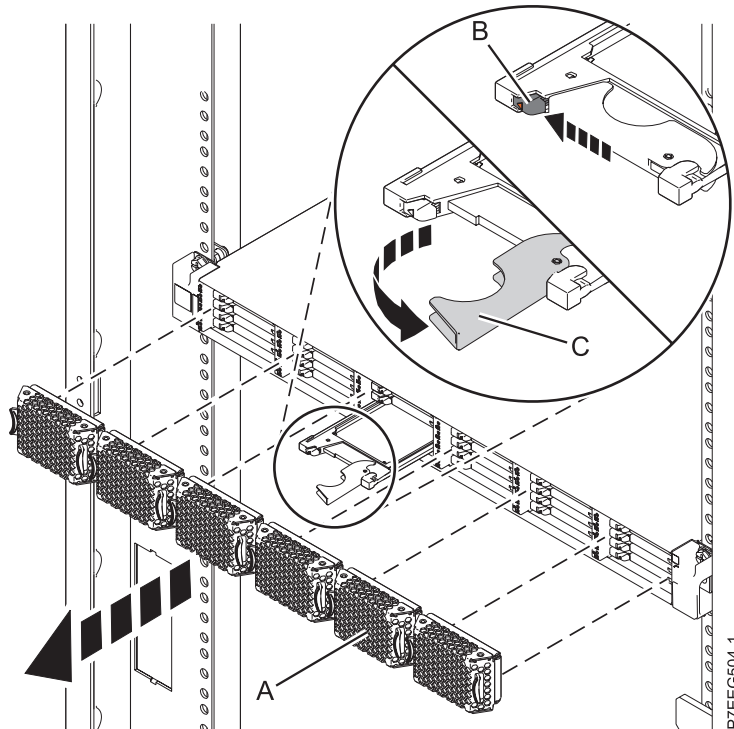

Figure 20. Retrait de l'unité SSD du boîtier de stockage PCIe 58/88
1. Retirez le panneau (A) qui couvre l'emplacement contenant l'unité SSD. Pour plus d'informations, voir figure 20, à la page 35.
2. Poussez doucement le taquet de déverrouillage (B) pour déverrouiller la poignée de l'unité.
3. Saisissez la poignée (C) et tirez partiellement l'unité hors de l'emplacement.